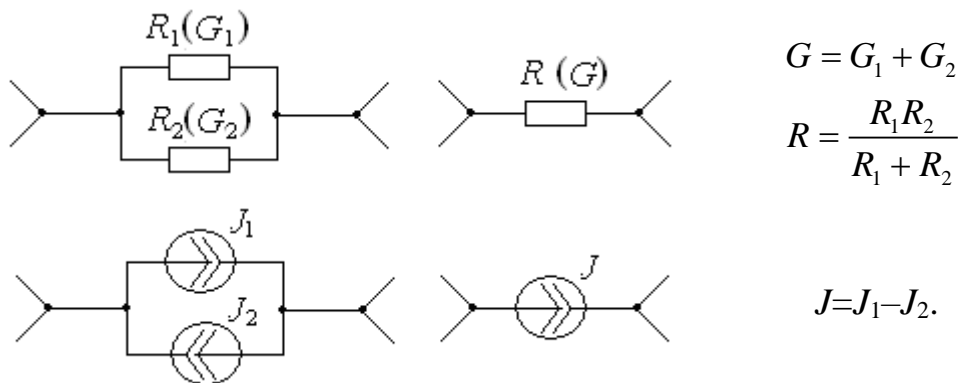

Рис. 6
*Параллельным соединением участков (ветвей)* электрической цепи называют соединение, при котором все участки (ветви) цепи присоединяются к одной и той же паре узлов и на всех участках (ветвях) имеется одно и то же напряжение. Параллельное соединение пассивных участков (резисторов) и активных участков (источников тока) может быть эквивалентно преобразовано (Рис. 6):